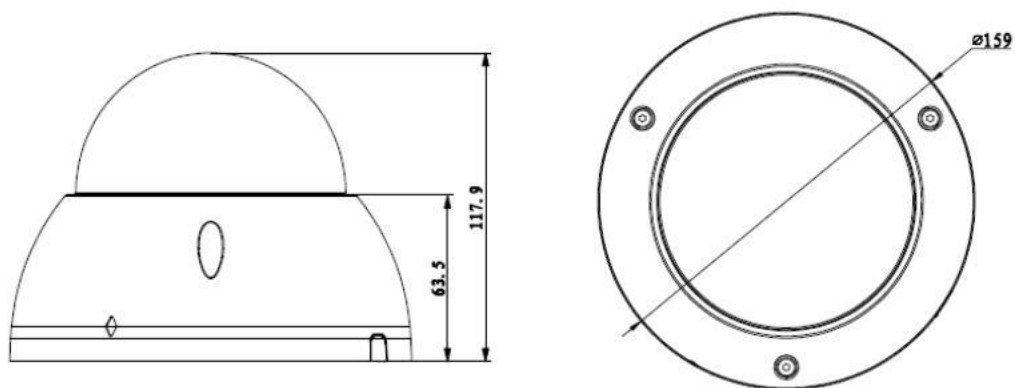

Рисунок 1
4.2 Выберите место крепления камеры с учетом габаритных размеров (рис.1) и удобства работы с монтажным инструментом.